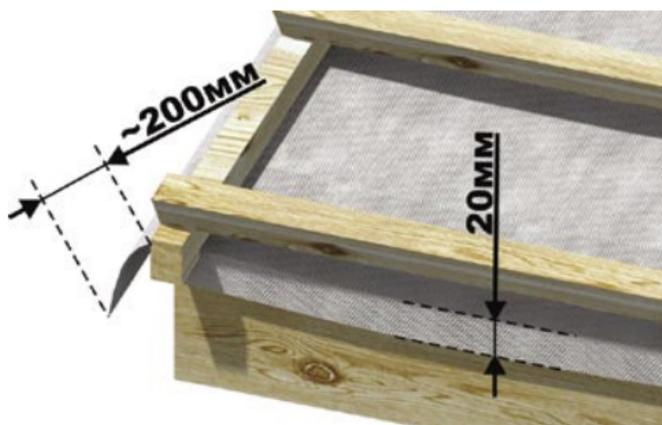

Рис. 10
■ **фронтоном**, то пленка должна свисать на 20 см с фронтовой стропильной конструкции (эти 20 см понадобятся позже) (см. рис. 10).